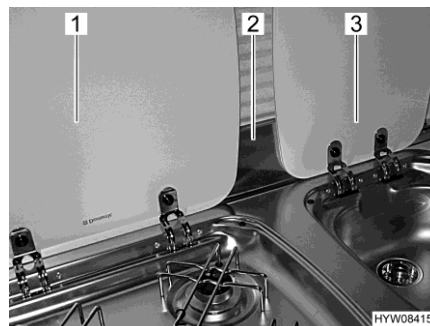

Bild 9 Flammenschutzblech und Abdeckungen
- Flammenschutzblech (Bild 9,2) abnehmen und sicher verstauen.
- Abdeckungen für Spüle (Bild 9,3) und Gaskocher (Bild 9,1) schließen.